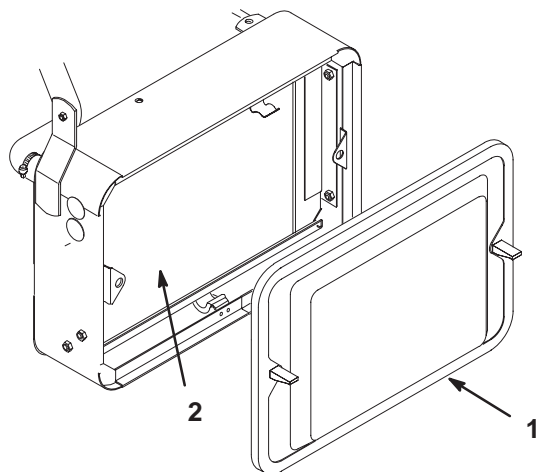

Figure 36
1. Déposez la grille du radiateur (Fig. 36).